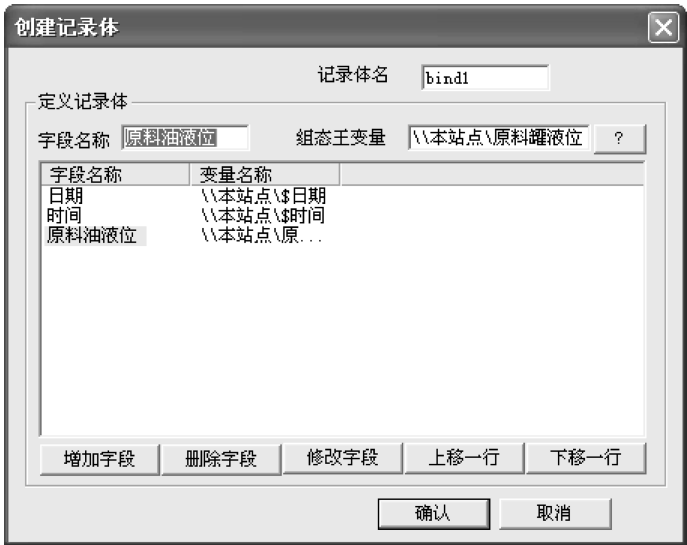

图 8-39 创建记录体对话框
1) 在工程浏览器窗口左侧“工程目录显示区”中选择“SQL 访问管理器”中的“记录体”选项，在右侧“目录内容显示区”中双击“新建”图标，弹出创建记录体对话框，对话框设置如图 8-39 所示。